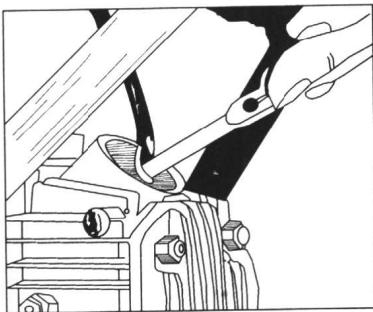

图 1-11 气门间隙的调整
(4) 如气门间隙不准确, 可先松开锁止螺母, 然后根据需要拧动其调整螺钉, 重新校正, 如图 1-11 所示。